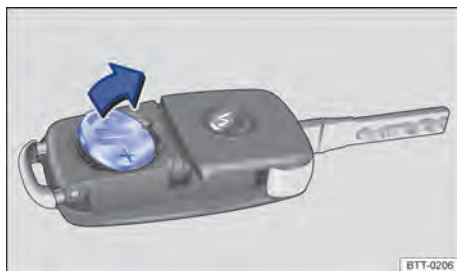

Fig. 39 Chave do veículo: remover a bateria.
- Remover a bateria do alojamento da bateria com uma ferramenta adequada ⇒ **Fig. 39**.
- Posicionar a nova bateria conforme indicado ⇒ **Fig. 39** e pressionar no sentido contrário ao da seta para dentro de alojamento da bateria ⇒ .